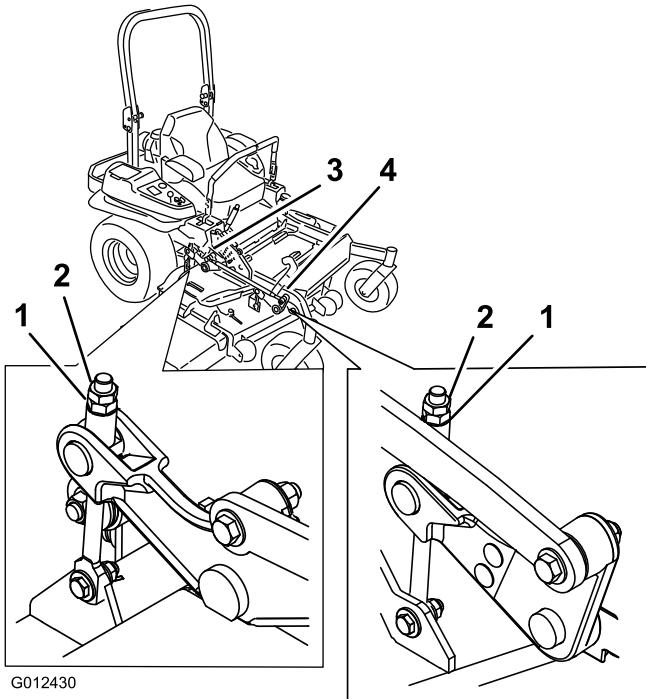

Bild 86
10. Drehen Sie die Einstellmutter am Frontmähwerkshub, um eine genaue Einstellung zu erreichen (Bild 86).
- Drehen Sie die Einstellmutter am Frontmähwerkhub, um eine genaue Einstellung zu erreichen (Bild 86). Drehen Sie die Einstellmutter nach rechts, um die Höhe zu vergrößern oder nach links, um die Höhe zu verringern.